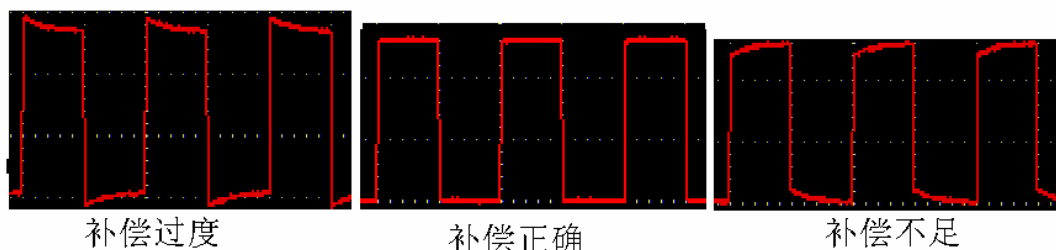

图 7：探头补偿显示波形
2、检查所显示的波形，调节探头，直到补偿正确。见图 7, 8。